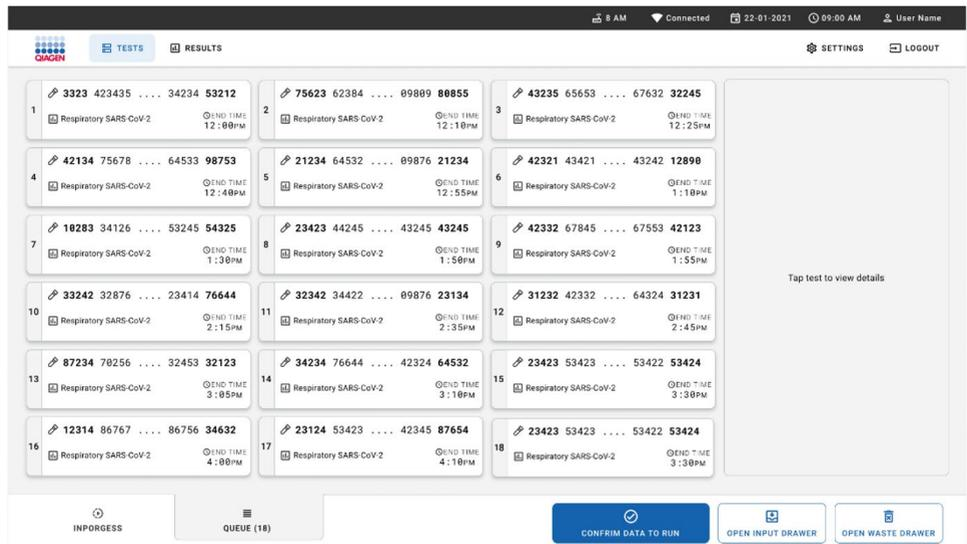

Figure 30. Écran de file d'attente des échantillons.
15. Après une numérisation réussie, la file d'attente s'affiche (figure 30). Examinez les données présentées. En cas d'erreur, appuyez sur le bouton **OPEN INPUT DRAWER** (Ouvrir le tiroir d'entrée), retirez la cartouche concernée et procédez à un nouveau balayage de la cartouche en suivant les étapes 10-13.